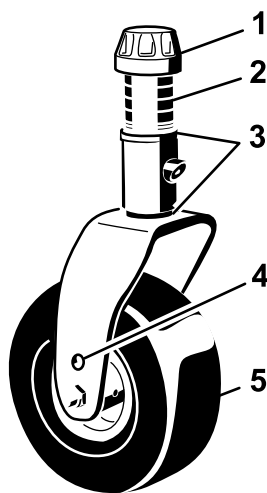

Figura 22
5. Retire a tampa de tensionamento do eixo roscado e desloque o fuso para fora do braço da roda giratória (Figura 22).